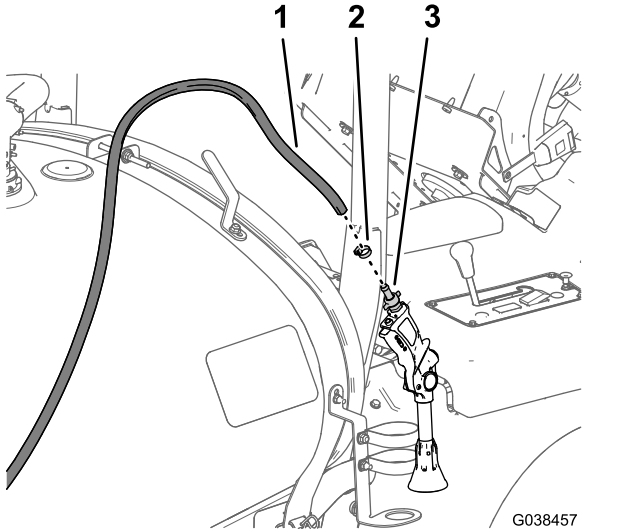

Figure 94
- Fixez l'embout cannelé du pistolet-pulvérisateur (Figure 94), que vous avez retiré sous Débranchement du kit applicateur manuel en option (page 10), au flexible d'alimentation avec un collier (6 à 11 mm).